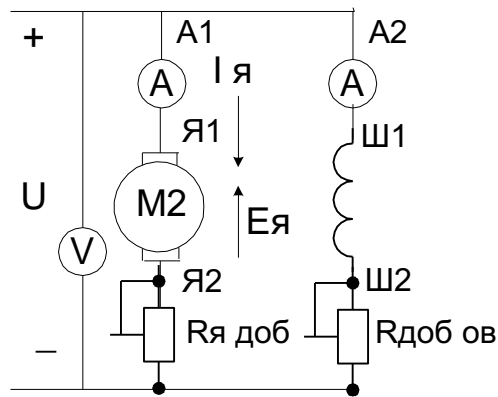

Рис.19.1. Схема ДПТ с параллельным возбуждением.
Двигатель с параллельной ОВ (шунтовый двигатель) представлен на рис.19.1.
2. Соберите схему для исследования двигателя с параллельным возбуждением согласно рис. 19.1. Рассчитайте значения сопротивления $R_{доб.я}$ исходя из номинального тока якоря и кратности пускового тока $K = I_{я\text{ пуск}}/I_{я\text{ ном}} = 2$.